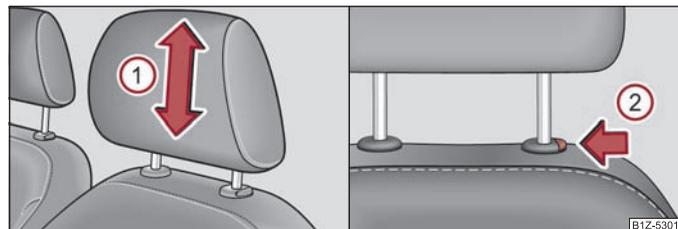

Fig. 58 Appuie-tête : Régler - à gauche / Extraire - à droite
- Saisissez l'appuie-tête latéralement avec les deux mains et faites-le coulisser vers le haut ou le bas dans le sens de la flèche ① ⇒ fig. 58.
- Si vous souhaitez abaisser l'appuie-tête, appuyez sur la touche de verrouillage dans le sens de la flèche ② avec une main et en même temps sur l'appuie-tête avec l'autre main.
- Poussez la touche de sécurité dans le sens de la flèche ② ⇒ page 73, fig. 58 et retirez l'appuie-tête.